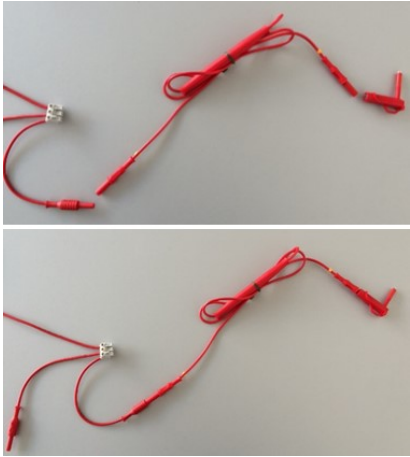

Abbildung 1: Einzelteile offen / zusammen
2. Stecken Sie die Messleitungen an die vorkonfektionierte Leitungen des Steckers (Abb. 1). **Achten Sie auf die richtige Verbindung anhand der Kennzeichnung der roten Leitungen (1, 2, 3)!**
3. Stecken Sie die Magnetspitzen und die Krokodilklemme auf die entsprechenden Leitungsenden (Abb. 1)